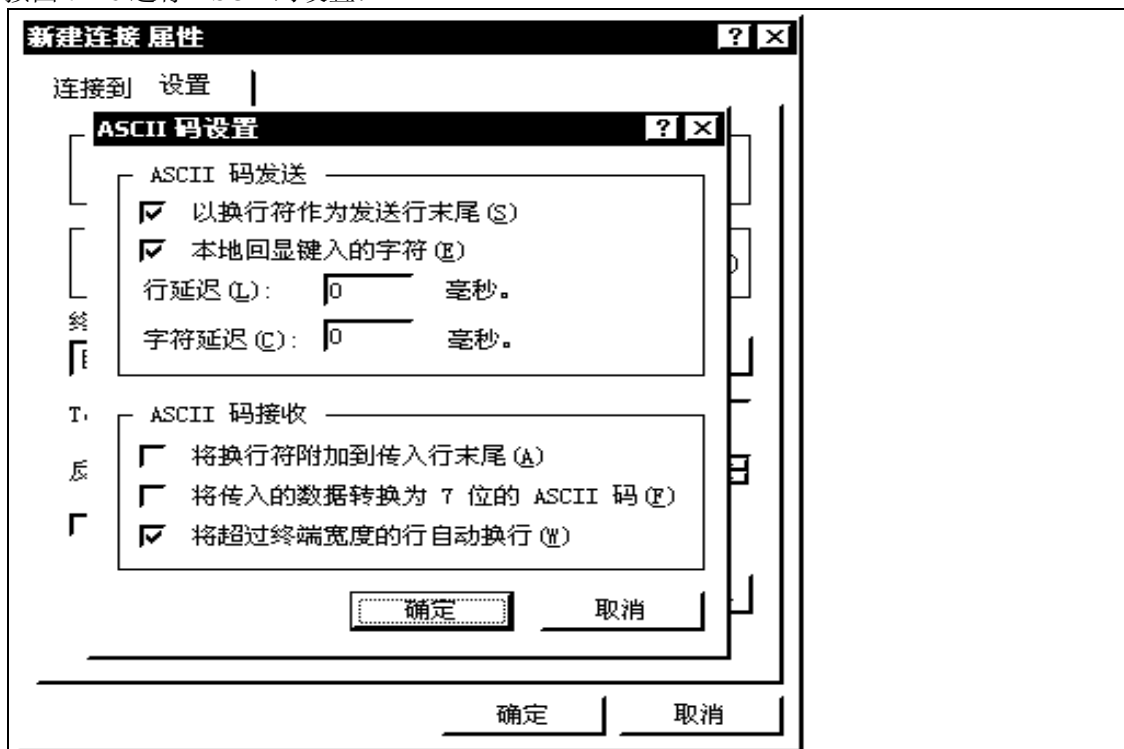

图 7—6: ASCII 码设置
9、设置确认后,在主窗口下点击“传送”菜单,选择“发送文本文件”(见图 7—7):